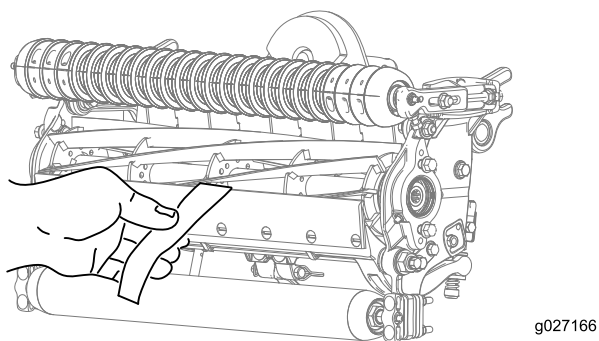

图13
- 在滚刀与底刀间插入一长条剪切性能纸（Toro 零件号 125-5610），纸要与底刀垂直，检测剪切性能（图13）。缓慢向前旋转滚刀；滚刀应剪切检测纸。